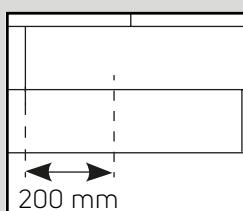

Fig. 3b
4. Begin aan de tweede rij. Houd de plank in een hoek van circa 30° en klik de messingzijde in de groef van de eerste rij. Duw de plank/tegel stevig aan. Leg de volgende plank/tegel door de messingzijde en groef langs de korte kant in elkaar te klikken. Duw de messingzijde en groef langs de lange kant in elkaar door de planken/tegels samen te kantelen (Fig. 3). De tegels en planken moeten in een baksteenpatroon worden gelegd zodat de vier hoeken nooit op hetzelfde punt samenkomen. (Fig. 3a en Fig. 3b).